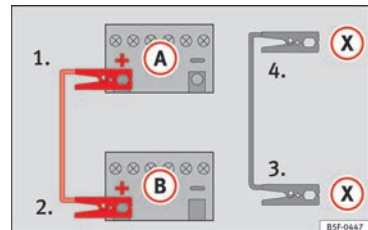

Abb. 78 Anschlussschema für Fahrzeuge mit Start-Stopp-System.
– Bei Fahrzeugen mit Start-Stopp-System: ein Ende des schwarzen Starthilfekabels (X) an einen geeigneten Masseanschluss, ein massives, fest mit dem Motorblock verschraubtes Metallteil oder an den Motorblock selbst anklemmen » Abb. 78.
5. Klemmen Sie das andere Ende des schwarzen Starthilfekabels (X) im Fahrzeug mit der entladenen Batterie an ein mit dem Motorblock verschraubtes, massives Metallteil oder an den Motorblock selbst, aber so weit wie möglich von der Batterie (A) entfernt an.